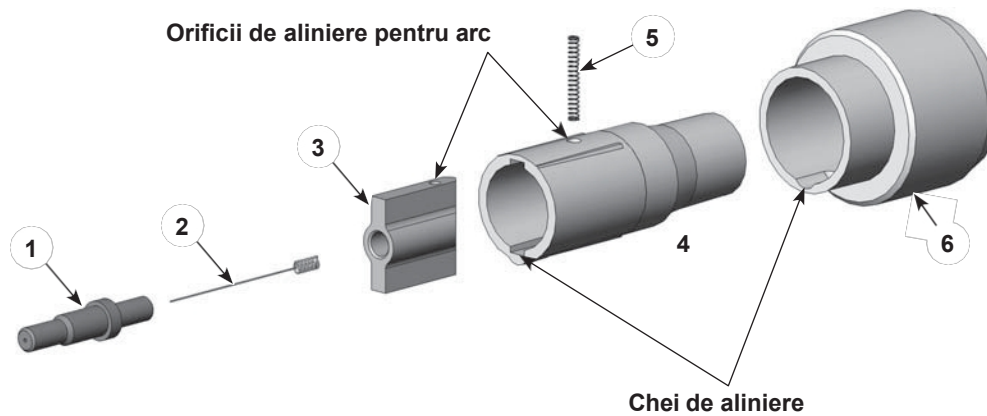

Figura 20 Înlocuirea manșonului de susținere a electrodului
**Detalii suport electrod SD:** (A se vedea figura 20)
- Manșonul (4) și arcul (5) sunt vândute ca un kit.
- Ansamblul suportului (6) conține o rezistență. Dacă rezistorul cedează, trebuie înlocuit întregul ansamblu.
- Electrocul (2) și suportul electrodului (1) se vând separat. Duzele de pulverizare conice și plate/în colț utilizează suporturi de electrod diferite.